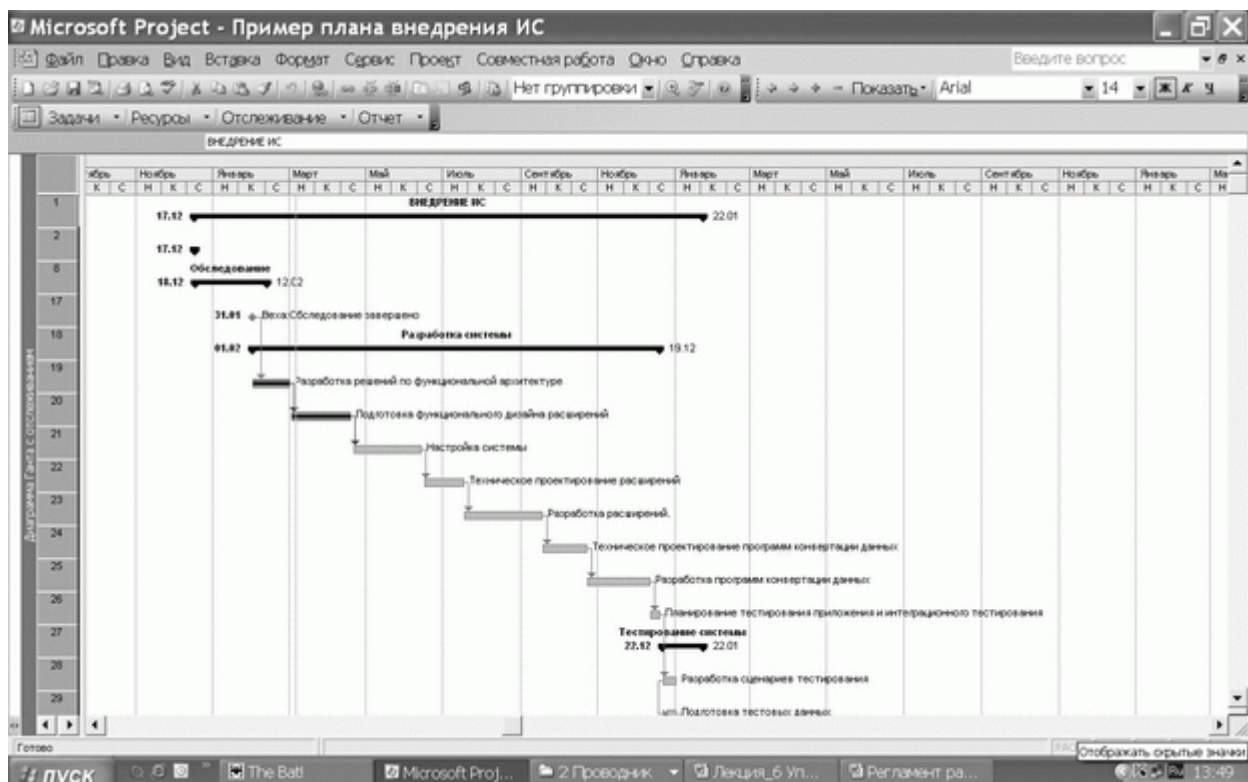

Рис. 2.2.Фрагмент расписания проекта в виде диаграммы Ганта (MS Project)
**Сетевые диаграммы расписания проекта** - схематическое *отображение* плановых операций проекта и логических взаимосвязей (зависимостей) между ними. *Сетевая диаграмма расписания проекта* может быть построена вручную или при помощи программного обеспечения для управления проектом, например, *Spider* или *MS Project*. Она может включать в себя полную детализацию проекта или одну или несколько суммарных операций (*пакет операций*). На рис. 2.2 приведен пример представления *расписания проекта* в виде диаграммы Ганта (*MS Project*).